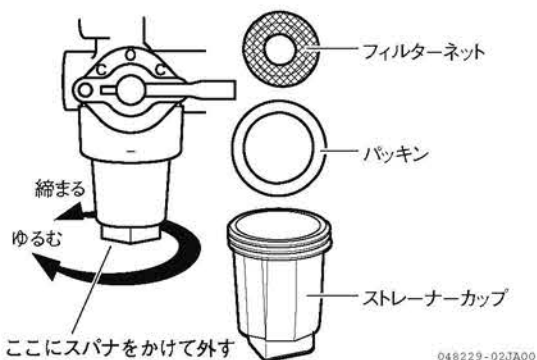

図 4-20 燃料コシ器エレメント
2. 燃料コシ器下部の四角部を工具（10 mm）でゆるめます。（図4-20）
4. フィルターネット、パッキン、ストレーナカップの順に元通りに取り付けます。（図4-20）